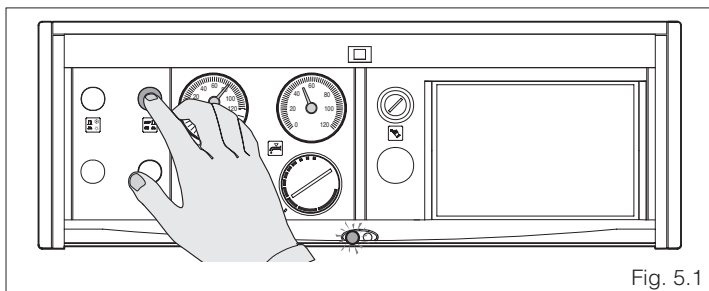

Fig. 5.1
- premere l'interruttore principale del quadro di comando e verificare lo spegnimento della lampada di segnalazione verde (fig. 5.1).